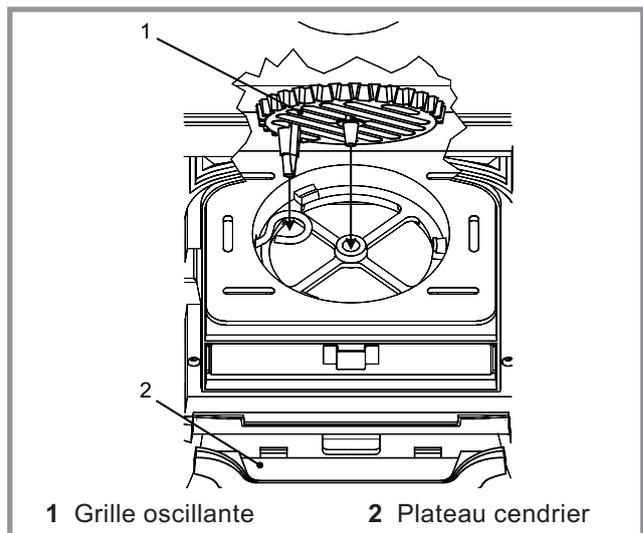

Figure 10 - Mise en place de la grille oscillante et du plateau
Vérifier l'état des joints de mastic. Vérifier que la porte ferme bien et que la vitre n'est pas détériorée. Vérifier que les passages de fumée ne sont pas obstrués par les composants de l'emballage ou des pièces démontées. Vérifier que toutes les pièces amovibles, grille de face, grille oscillante, chicane, doivent être à leur place respective. Positionner le plateau cendrier, placé dans le cendrier, entre les 2 pieds de devant (# 2, fig. 10, p. 8).
- Vérifier la mise en place et le bon fonctionnement de la grille de décendrage (fig. 10, p. 8).